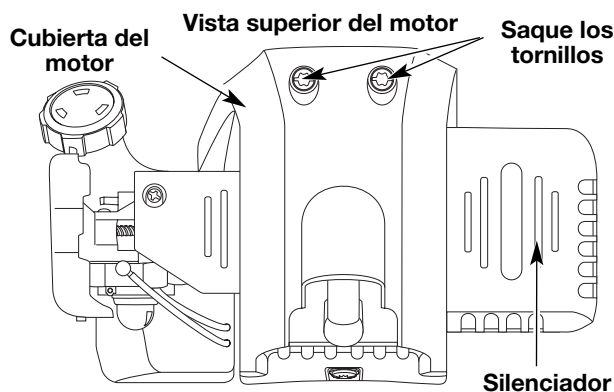

Fig. 40
2. Quite los dos (2) Tornillos de encima de la tapa del motor con un destornillador de pala o Torx #25 (Fig. 40).
6. Saque la cubierta del motor (Fig. 40).